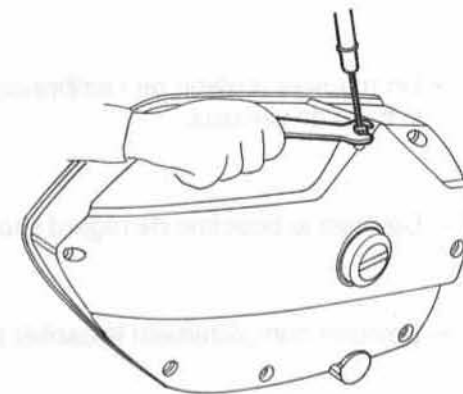

FIG. 3
- Dévisser l'embout du câble (clé plate de 5 mm, fig. 3) et déposer la commande.